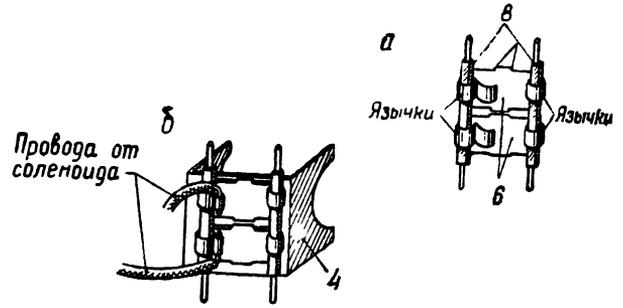

Рис. 148. Сборка лафета:
Сборка лафета показана на рис. 148. Из спичек с помощью перочинного ножа сделайте две оси (8) и зажмите их язычками контактных пластинок (6), как это показано на рисунке 148-а.
фете при помощи зубчиков контактные пластинки с осями (рис. 148-б). Не забудьте, что пластинки не должны касаться друг друга.